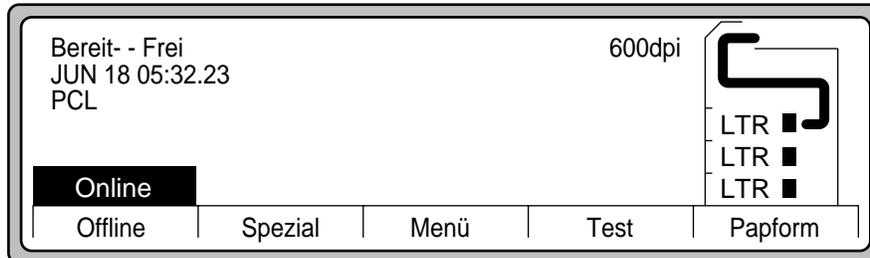

Abbildung 4-44 Hauptmenü
3. Drücken Sie in dem Hauptmenü die Taste **Test** (siehe Abbildung 4-44).